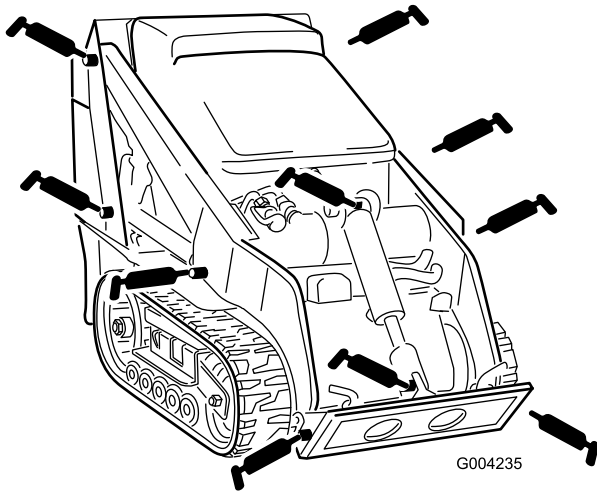
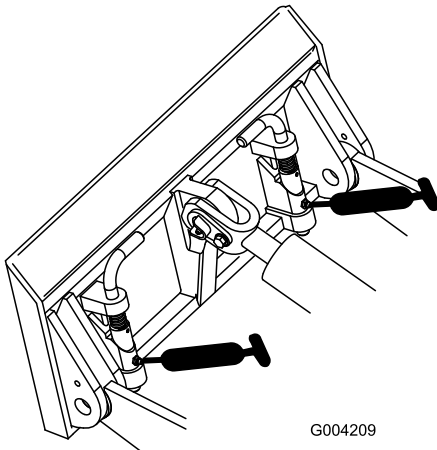

Figure 24
Figure 25
3. Raccordez une pompe à graisse à chaque graisseur (Figure 24 et Figure 25).